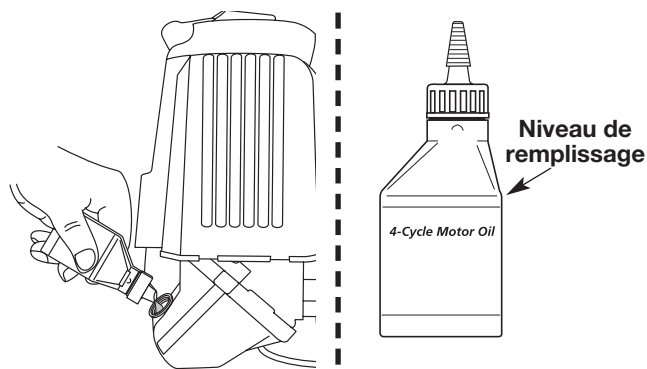

Fig. 55
**REMARQUE :** Mesurez la quantité nécessaire à l'aide de la bouteille et de la buse utilisées lors de la mise en service. 100 ml (3,4 oz) correspond environ au haut de l'étiquette de la bouteille (Fig. 55). Vérifiez le niveau d'huile avec la jauge. S'il est trop bas, ajoutez un peu d'huile par l'orifice et revérifiez Ne remplissez pas trop (Fig. 55).